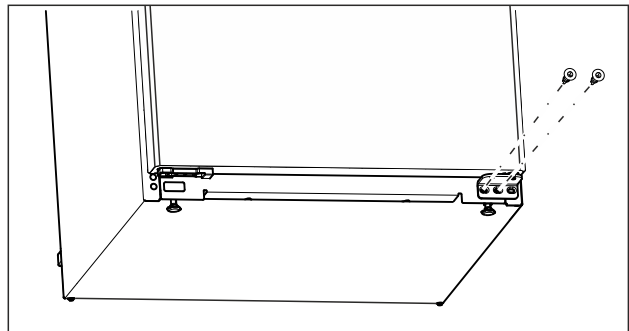

Fig. 10
- Skru ut den midtre skruen med skrutrekkeren Torx 20 på den nedre lagerbukken. (se Fig. 10)
- Skru ut den innvendige skruen med skrutrekkeren Torx 20 på den nedre lagerbukken. (se Fig. 10)